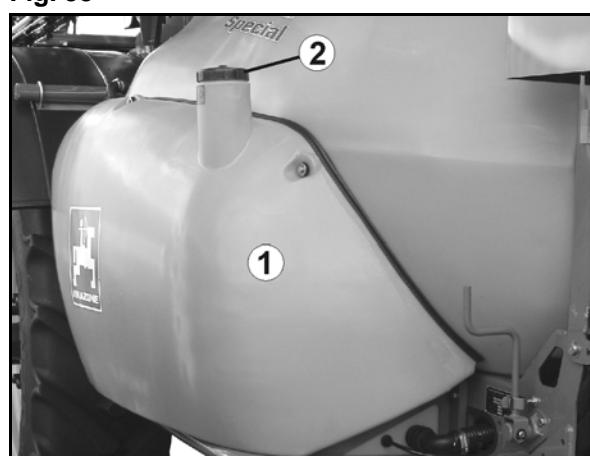

Fig. 59
- Påfylling med fri flytstrekning og svingbart utløpsrør (Fig. 59).